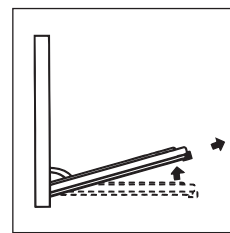

FIGURE 7
- Fermez à présent partiellement la porte et soulevez-la en dégageant les crochets "A" comme illustré figure 7.